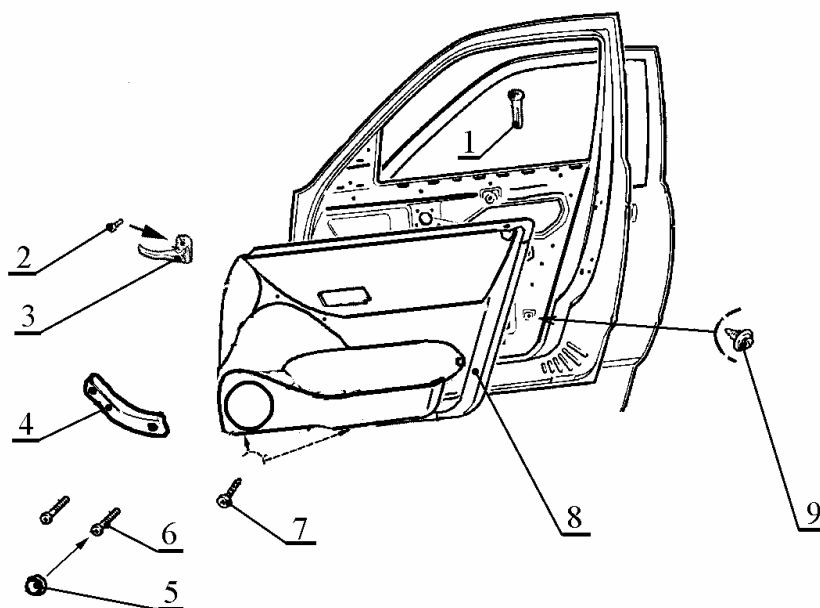

Рис.4. Обивка передней двери:
3.3 Отвернуть кнопку 1, рис.4, выключения блокировки замка двери (отвертка крестообразная).